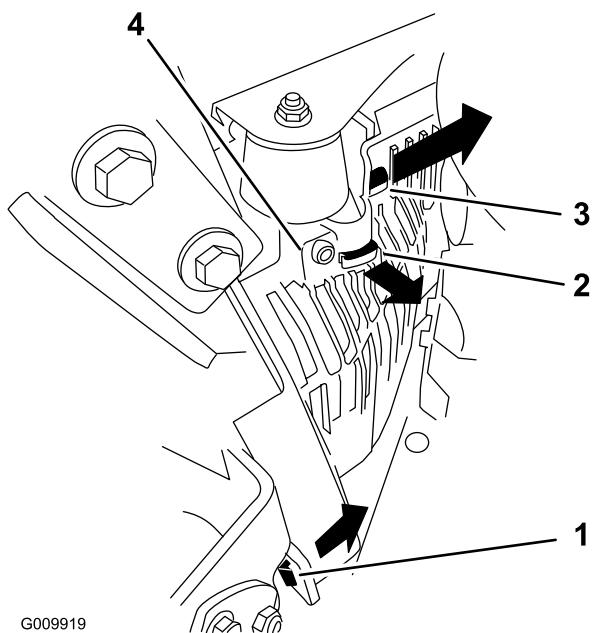

Figure 53
3. Déposez le capot de l'unité hydraulique gauche dans l'ordre indiqué à la Figure 53.
- Montez le capot de l'unité hydraulique gauche (Figure 53).